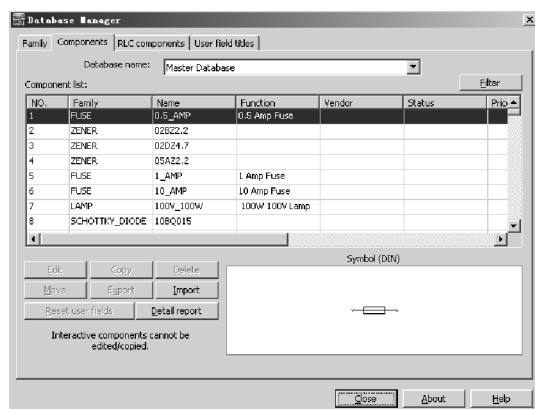

图 2-74 Components 对话框
1) 单击 Database Manager 对话框中的“Components”选项卡，弹出 Components 对话框，如图 2-74 所示。